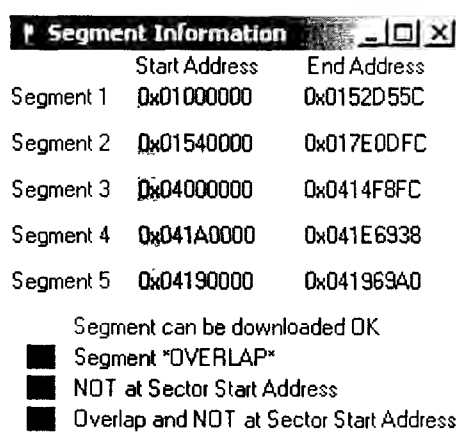

Рис. 2.31. Диалоговое окно Segment Information
7. По окончании процесса сохранения резервной копии Flash-памяти телефона, о чем программа уведомит соответствующим сообщением, переходят на вкладку «Flash Write», где в поле ввода «File», указывают имя файла, содержащего информацию, подлежащую загрузке в телефон. Причем данная информация может быть как в формате S-record (группа текстовых форматов, используемых для хранения бинарной информации, файлы — *.mot), так и в бинарных форматах (*.bin, *.bif). После выбора файла программа автоматически определит адрес, начиная с которого следует загрузить в телефон данную информацию, а на экран будет выведено диалоговое окно «Segment Information» (рис. 2.31), отображающее информацию о программируемых сегментах памяти телефона.